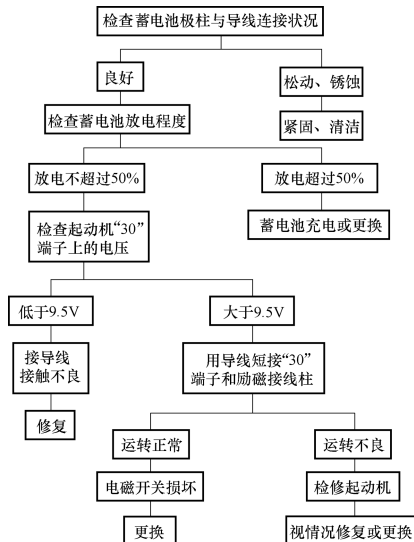

图 4-55 起动机转动无力的故障诊断与排除
(3) **故障诊断与排除** 故障诊断如图 4-55 所示。